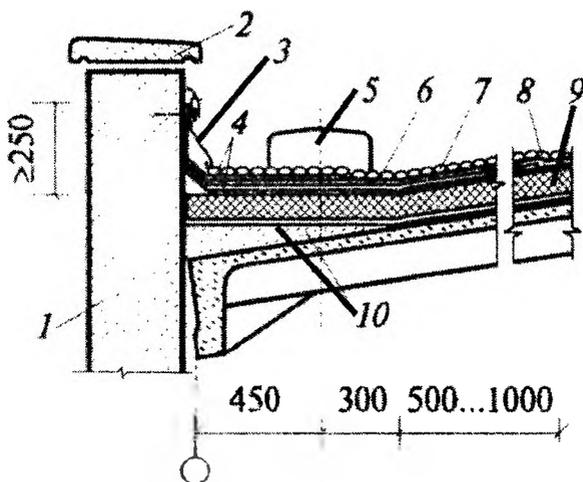

Рис. 3. Примыкание многослойной кровли к парапету с покрытием по железобетонным плитам.
- 7.1. Какой цифрой на рисунке примыкания многослойной кровли к парапету с покрытием по железобетонным плитам (рис. 3) обозначен фартук из оцинкованной стали?
- 7.2. Какой цифрой на рисунке примыкания многослойной кровли к парапету с покрытием по железобетонным плитам (рис. 3) обозначена воронка водостока?
7.3. Какой цифрой на рисунке примыкания многослойной кровли к парапету с покрытием по железобетонным плитам (рис. 3) обозначен утеплитель?
7.4. Какой цифрой на рисунке примыкания многослойной кровли к парапету с покрытием по железобетонным плитам (рис. 3) обозначена набетонка?